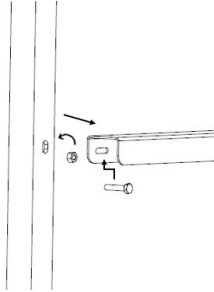

Рисунок 7 – установка солнечной панели на рейку.
5. Закрепить солнечные панели на верхней рейке 5 с помощью крепежного комплекта М6 (рисунок 7).